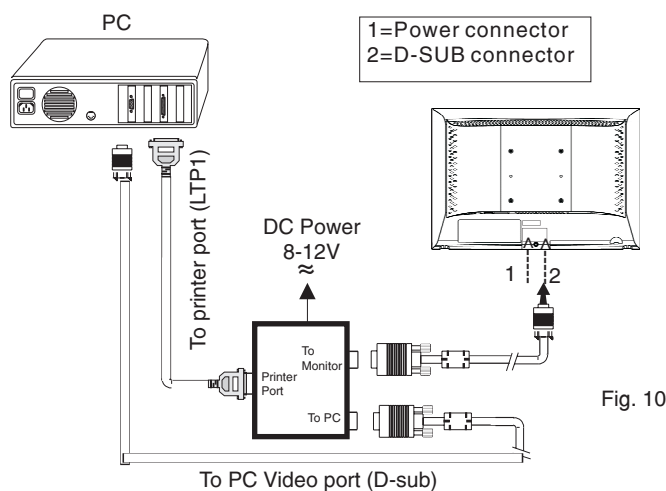

Fig. 10
Passo 1: Depois de inicializar o ajuste de caixa, conecte todos os cabos como mostra a fig. 10